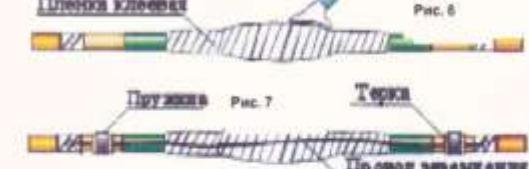

Рис. 8
10. Отделите ленту-герметик от подложки и обмотайте с 30% перекрытием, до обеспечения плавного перехода, места соединения заземляющего проводника, оболочки и бронеленты с заходом не менее 30 мм на защитный покров кабеля. Надвиньте защитный термоусаживающий кожух, расположив его по центру монтируемой муфты, и усадите кожух, начиная прогрев от середины кожуха к его краям (см. рис. 8).